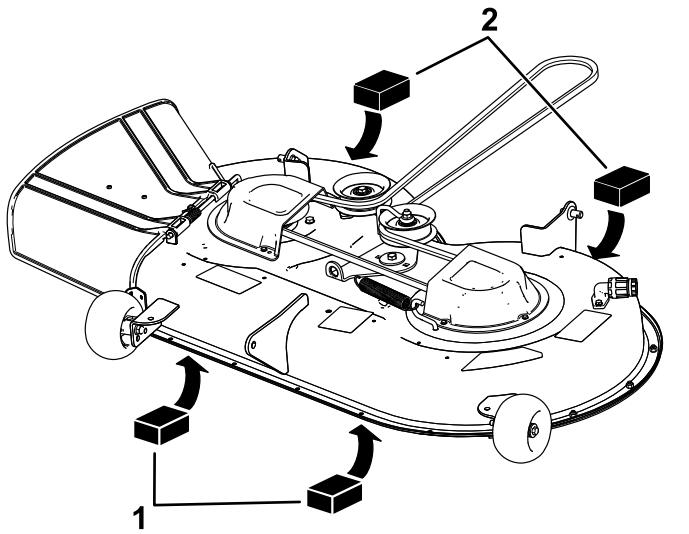

Figure 62
4. Placez deux cales de 6,6 cm (2 $\frac{5}{8}$ po) d'épaisseur chacune sous chaque côté du bord avant du tablier de coupe, mais pas sous les supports des galets anti-scalp (Figure 62).
5. Placez deux cales de 7,3 cm (2 $\frac{7}{8}$ po) d'épaisseur chacune sous le bord arrière de la jupe du tablier de coupe, une de chaque côté (Figure 62).